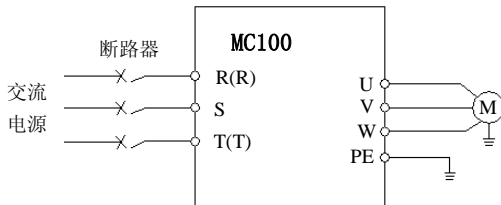

图 3-3 主回路简单配线
- (1) 接线前,确保已完全切断电源 10 分钟以上,否则有触电危险。
- (2) 严禁将电源线与变频器的输出端 U、V、W 连接。
- (3) 变频器本身机内存在漏电流,为保证安全,变频器和电机必须安全接地,接地线一般线径为 3.5mm^2 以上铜线,接地电阻小于 10Ω 。
- (4) 变频器出厂前已通过耐压试验,用户不可再对变频器进行耐压试验。
- (5) 变频器与电机之间不可加装电磁接触器和吸收电容或其它阻容吸收装置,如图 3-3。
- (6) 为提供输入侧过电流保护和停电维护的方便,变频器应通过中间断电器与电源相连。
- (7) 继电器输入及输出回路的接线(X1~X6、FWD、REV、OC、、DO),应选用 0.75mm^2 以上的绞合线或屏蔽线,屏蔽层一端悬空另一端与变频器的接地端子 PE 相连,接线长度小于 50m。